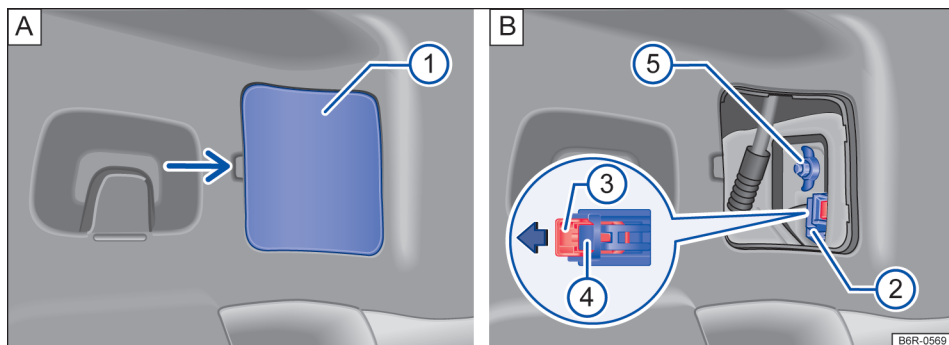

Fig. 113 Lateralmente no compartimento de bagagem: A: desinstalar a cobertura, B: remover a lanterna traseira.
3. Remover com cuidado a cobertura  → Fig. 113 A.
4. Retirar o conector de alimentação, primeiramente puxar a trava vermelha  no conector  no sentido da seta → Fig. 113 B. Para auxiliar, utilizar uma chave de fenda.
5. Pressionar o travamento  e retirar o conector  → Fig. 113 B.
6. Soltar o parafuso borboleta  → Fig. 113 B e retirá-lo, segurando ao mesmo tempo, a lanterna traseira.
17.	Segurar a lanterna traseira na posição de montagem com uma das mãos e, aparafusar com a outra o parafuso borboleta ⑤ → Fig. 113 B.
19.	Colocar o conector ② no suporte das lâmpada e pressionar o travamento ③ na direção contrária da seta no conector → Fig. 113 B.